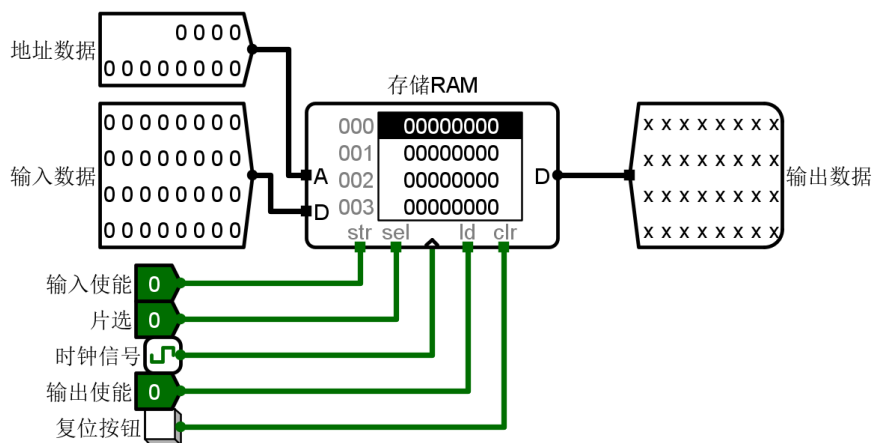

图 1 采用分离加载和存储模式的 32 位数据读取实验图
- 1、利用 Logisim 中的 RAM 组件进行数据读写操作实验。Logisim 中 RAM 的地址位宽最多可设置为 24 位，数据位宽最多可设置为 32 位。在属性窗口的数据接口中有三种不同的工作模式。若设置为“分离的加载和存储引脚”模式，则有两个数据端口分别连接输入数据和输出数据（如图 1 所示）；否则，使用同一数据端口连接数据总线。注意：当设置数据位宽为 32 位时，采用按字编址方式（32 位），而不是采用按字节编址方式。